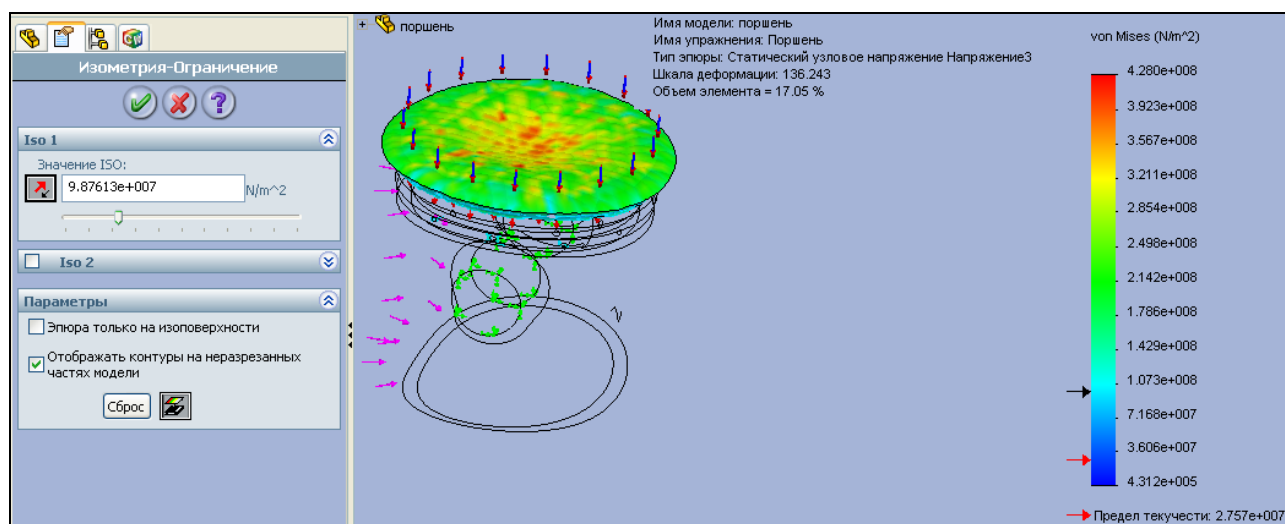

Рис. 3.20. Выбор напряжений определенных значений
15. Иногда требуется вывести только определенные напряжения, которые выделены определенным цветом. В этом случае можно воспользоваться инструментом  — **Ограничение Iso** в панели инструментов **COSMOSWorks – Инструменты результатов** или в главном меню **COSMOSWorks | Инструменты результатов | Ограничение Iso**. При этом откроется диалоговое окно **Изометрия-Ограничение** (рис. 3.20), в котором с помощью ползунка можно выбрать значения параметров, отображаемых на эпюре. Выбор значения можно контролировать по шкале, расположенной справа в графическом окне.